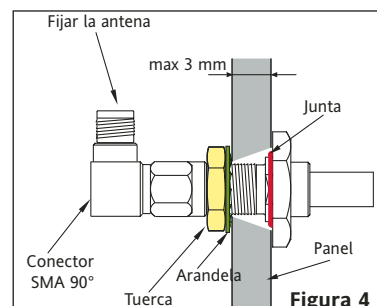

Figura 4
- Enroscar el conector SMA 90° y enchufar la antena (véase la Figura 4)